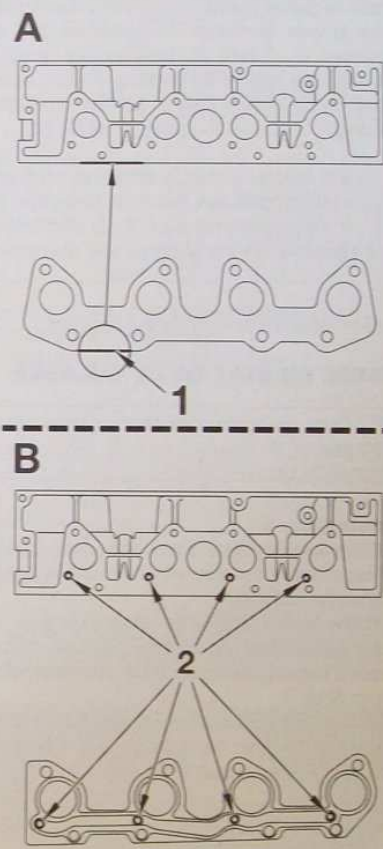

FIG. 36
sur les moteurs TU/L4, monter la partie pleine (1) côté distribution (Fig. 36).